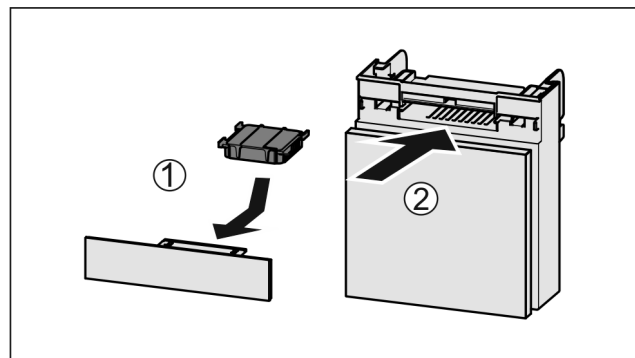

Fig. 203
- Aktivni ogljeni filter vstavite Fig. 203 (1) skladno s prikazom na sliki.
- Aktivni ogljeni filter se zaskoči. Če je aktivni ogljeni filter obrnjen navzdol: ► Predal potisnite noter Fig. 203 (2).